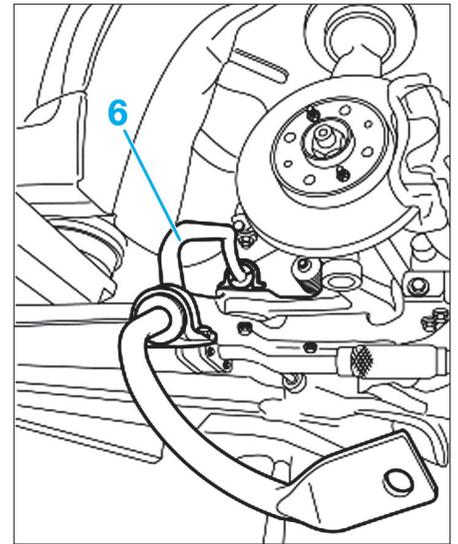

Fig. 11
- Dévisser les vis de fixation (4) de la traverse de suspension (5), afin de l'abaisser légèrement.
- Déposer la barre stabilisatrice de suspension (6) (Fig.11).